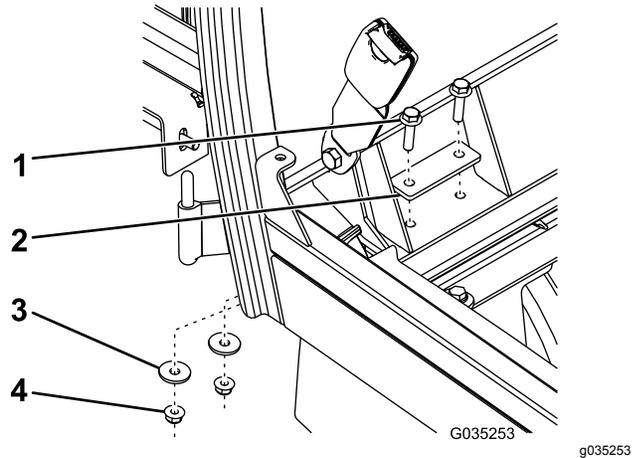

Figur 12
5. Monter førerhusrammesidene til maskinen ved hjelp av seks sekskantbolter ($\frac{3}{8}$ x $1\frac{1}{4}$ tomme), seks skiver ($\frac{3}{8}$ tomme) og seks flensmuttere ($\frac{3}{8}$ tomme), som vist i Figur 12.